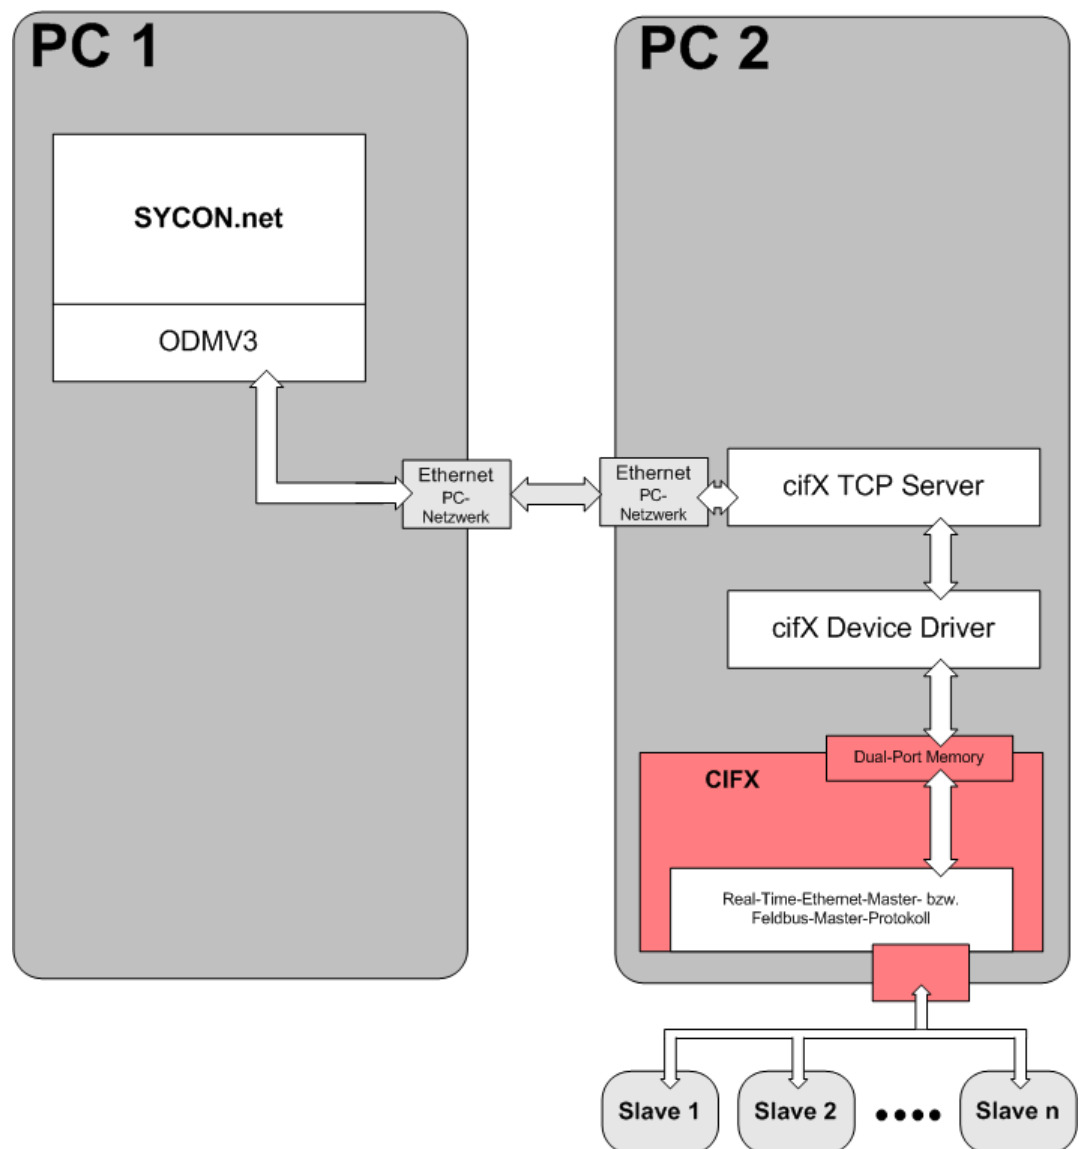

Abbildung 83: Systemübersicht CifX (Master) und Diagnoseverbindung über Ethernet
Die Systemübersicht in *Abbildung 83* zeigt welche Komponenten auf welchem PC installiert sein müssen und wie diese miteinander kommunizieren, damit die Diagnosefunktionen genutzt werden können.
Die *Abbildung 83* zeigt den Fall, dass die cifX-Karte als Master mit mehreren angeschlossenen Slave-Geräten arbeitet. Ebenso ist es möglich, dass die cifX-Karte als Slave arbeitet.
1. Die in *Abbildung 83* dargestellte Verbindung ist ausschließlich für Diagnosezwecke nutzbar.